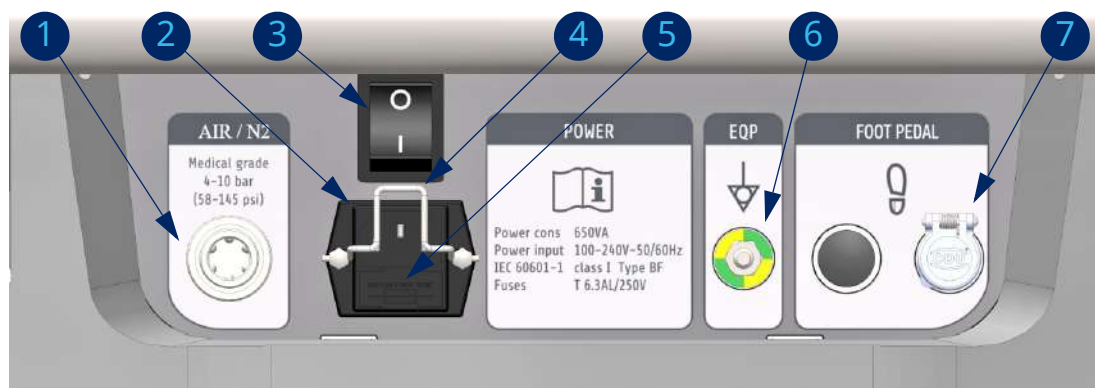

Fig. 17: Основные подключения на задней стороне
- Кабель [D] для подключения к панели подключений на задней стороне EVA (см. рис. 17, стр. 50).